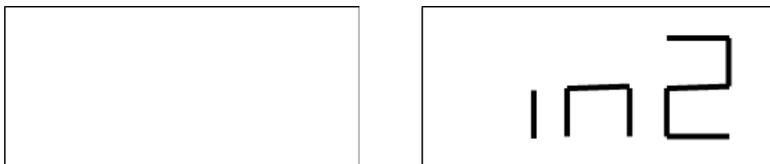

Рис. F6.4. Ввод позиции веса W2
6. Если угол больше 120° , стенд в течение одной секунды отобразит сообщение, показанное на рисунке F6.2, и издаст тройной звуковой сигнал, указывающий, что необходимо выбрать другую точку. Если угол меньше 120° , стенд отобразит сообщение, показанное на рис. F6.4, что позволит перейти к следующему шагу.